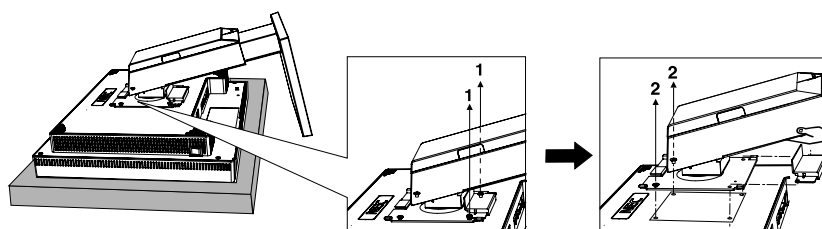

Figura S.4
4. Svitare la coppia di viti "1" e "2" in sequenza (**Figura S.4**).